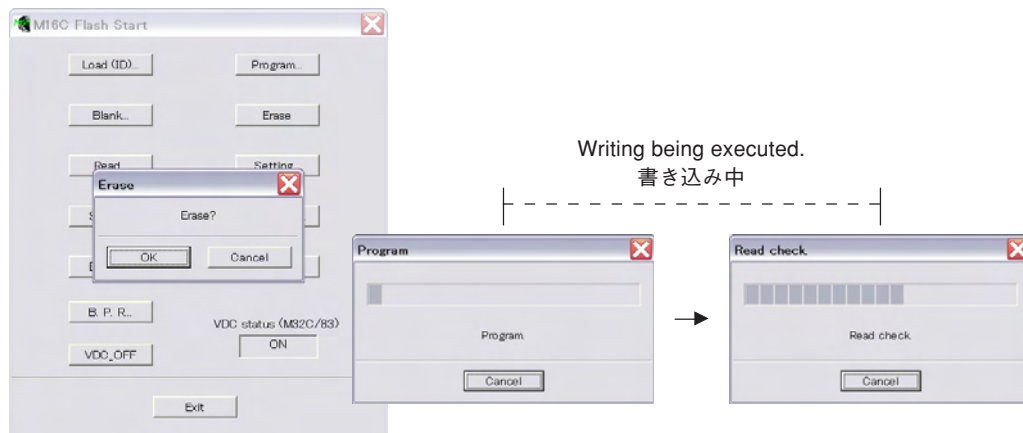

Fig. 5
8. Click [E.P.R.], the "Erase" screen is displayed. (Fig. 5)
Click [OK] and start writing. (Fig. 5)
8. [E.P.R.]をクリックすると、「Erace」が表示されます。(Fig. 5)
[OK]をクリックし、書き込みを開始します。(Fig. 5)